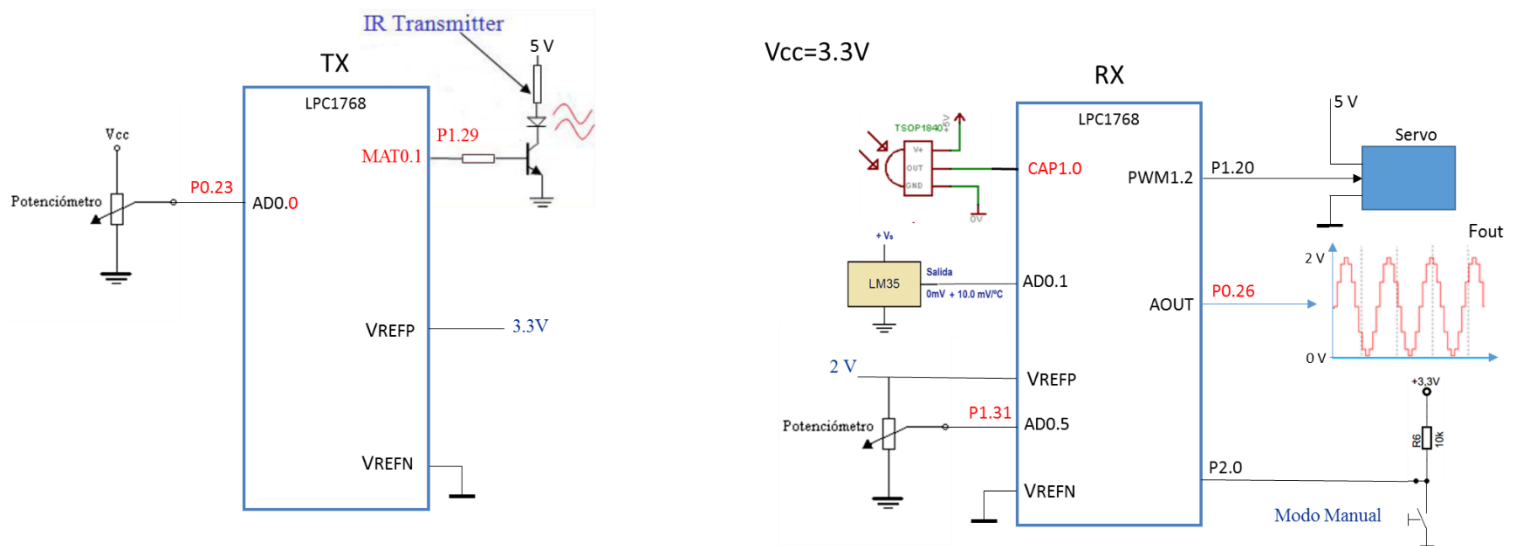

Figura 1. Diagrama de bloques del sistema
El diagrama de bloques de figura 1 muestra un sistema de control a distancia por infrarrojos de servomotor basado en el LPC1768 (Fcpu=100Mhz). El sistema consta de un módulo transmisor y un módulo receptor. El módulo transmisor (TX) dispone de un potenciómetro que permite controlar la posición del servomotor conectado al módulo receptor (RX) en un rango de 0 a 180º variando su recorrido.
- a) Complete sobre el diagrama de la figura 1, a medida que contesta a los siguientes apartados, el nombre del pin (Pn.x) sobre la línea de conexión y el nombre del recurso utilizado dentro del bloque que representa el LPC1768 (ej. MAT1.0).